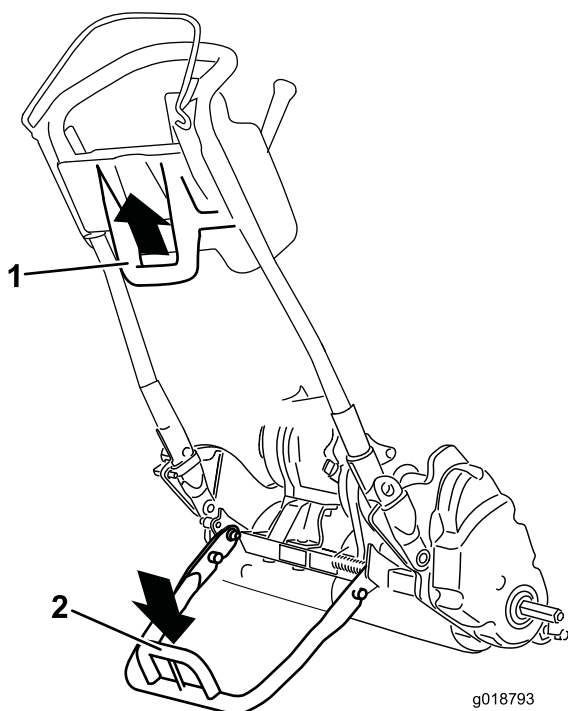

Bild 28
- Wenn Sie den Ständer zur Montage der Transporträder verwenden, senken Sie ihn auf den Boden ab, treten auf die Ständerschleife und ziehen den unteren mittleren Holm gleichzeitig nach oben und hinten (Bild 28).